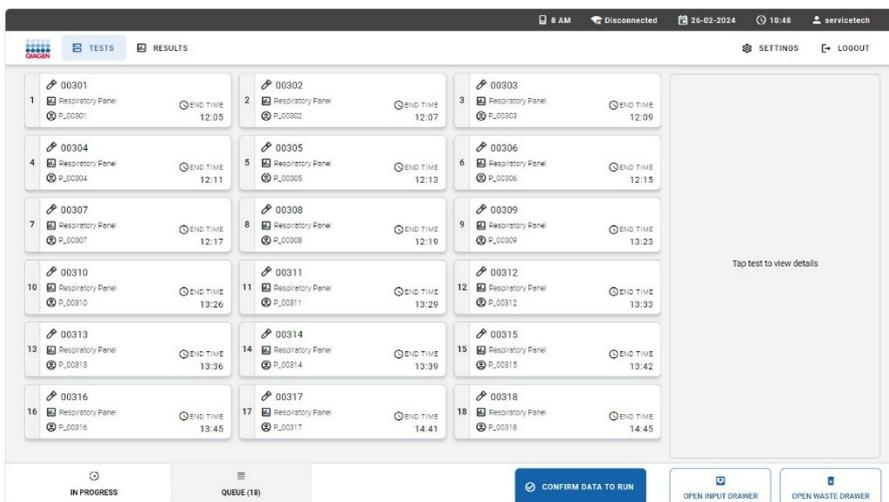

Figura 22. Tela Sample queue (Fila de amostras).
2. Feche a gaveta de entrada. O sistema verificará os códigos de barras de ID da amostra dos cartuchos e preparará uma fila (Figura 22).
Quando calculada, a fila de testes é mostrada conforme abaixo (Figura 22). Revise os dados mostrados na fila. Em caso de erro, o respectivo cartucho será movido para a bandeja de resíduos após a confirmação da fila.